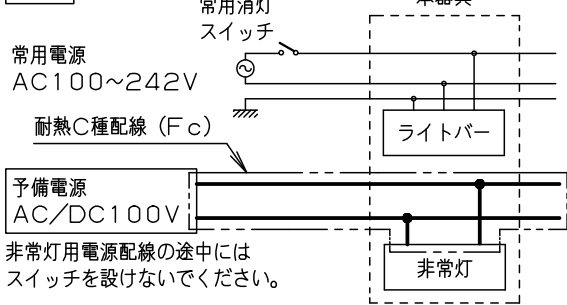

図1
- ・下図1・2を参照し、施工可否を事前に確認してください。（詳細は施工説明書をご参照ください。）